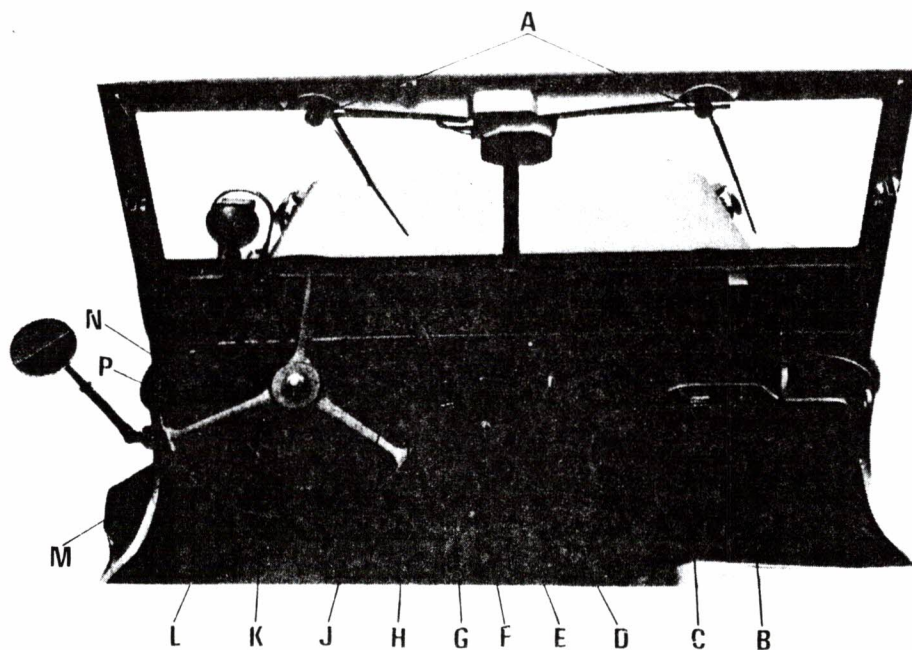

Figure 5. — Appareils de contrôle et commandes
1) Ampèremètre (fig. 5-D).
2) *Jauge de carburant* (fig. 5-J).
3) *Manomètre d'huile* (fig. 5-H).
4) *Compteur de vitesse* (fig. 5-F).
5) *Thermomètre* (fig. 5-E).
2) *Commutateur principal d'éclairage* (fig. 5-N).
3) *Commutateur phares-lanternes* (fig. 5-M).
4) *Commutateur au pied phares-codes* (fig. 5-L).
5) *Interrupteur d'éclairage du tableau de bord* (fig. 5-K).
10) *Contacteur de démarreur* (fig. 5-G).
11) *Interrupteur d'essuie-glace* (fig. 5-P).
12) *Interrupteur du circuit des batteries* (fig. 5-C).